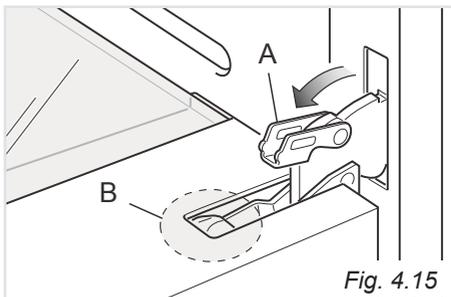
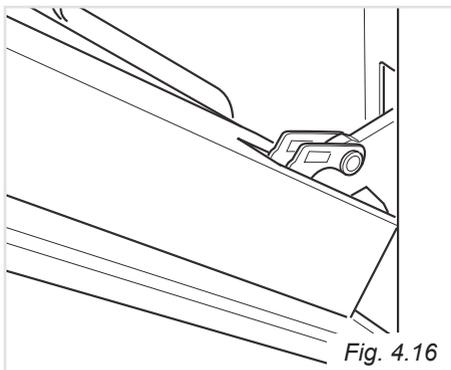

Fig. 4.15
Fig. 4.16
- Aprire completamente la leva "A" delle cerniere destra e sinistra (fig. 4.15).
- Socchiudere dolcemente la porta (fig. 4.16) fino a quando le leve "A" delle cerniere destra e sinistra si agganciano alla parte "B" della porta (fig. 4.15).
1. Assicurarsi che la porta sia bloccata aperta (vedere fig. 4.16).